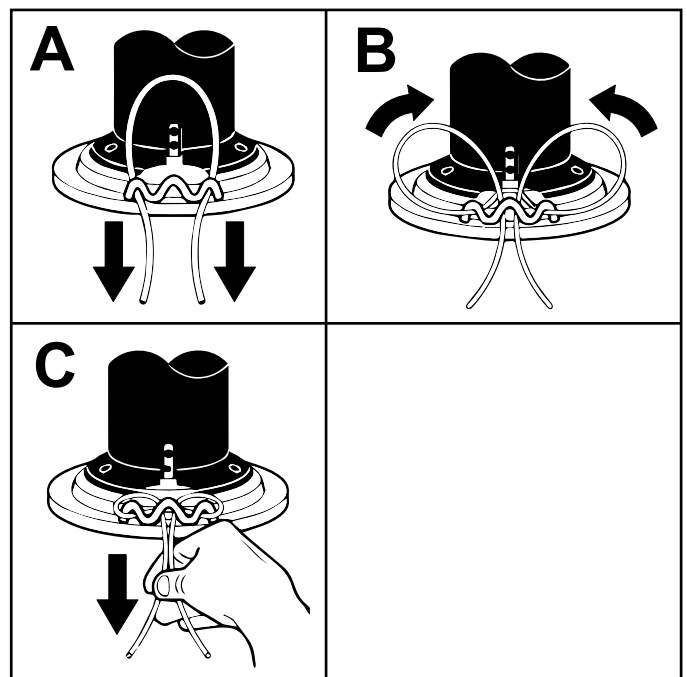

Figure 25
3. Passez le fil de rechange dans les trous extérieurs (Figure 25).